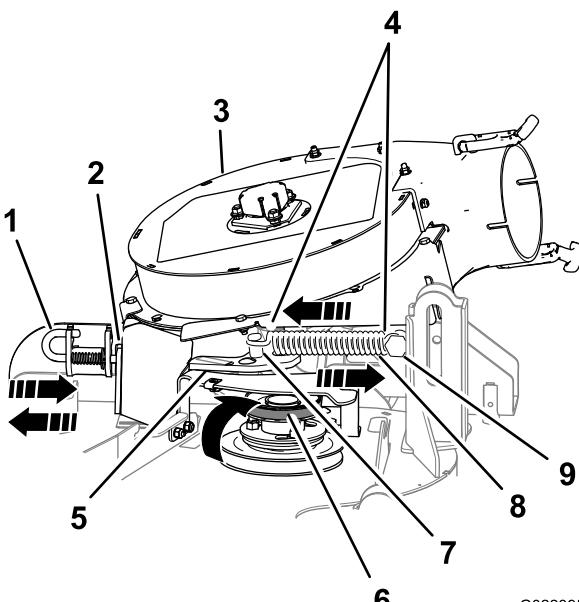

Bild 9
1. Ziehen Sie die federbelastete Spannrolle von der befestigten Federstrebe und entfernen Sie den Riemen von der Spannrolle (Bild 9).
2. Bewegen Sie die Spannscheiben-Schwenkhalterung zur starren Federstrebe. Entfernen Sie den Haken der Feder von Spannscheibenfederstrebe (**Bild 9**).
5. Bewegen Sie Verriegelungsbolzen des Gebläses in die offene Position und schwenken Sie das Gebläse nach außen (**Bild 9**).
3. Öffnen Sie den Arretierbolzen des Gebläses, schließen das Gebläse am Mähwerk und befestigen den Arretierbolzen an der Halterung des Auswurfkanals (Bild 9).
6. Bewegen Sie die Riemscheibe bzw. Spannscheibe zur starren Federstrebe und setzen die Feder ein, indem Sie den Federhaken auf der Strebe der Spannscheibenfeder ausfluchten (Bild 9).